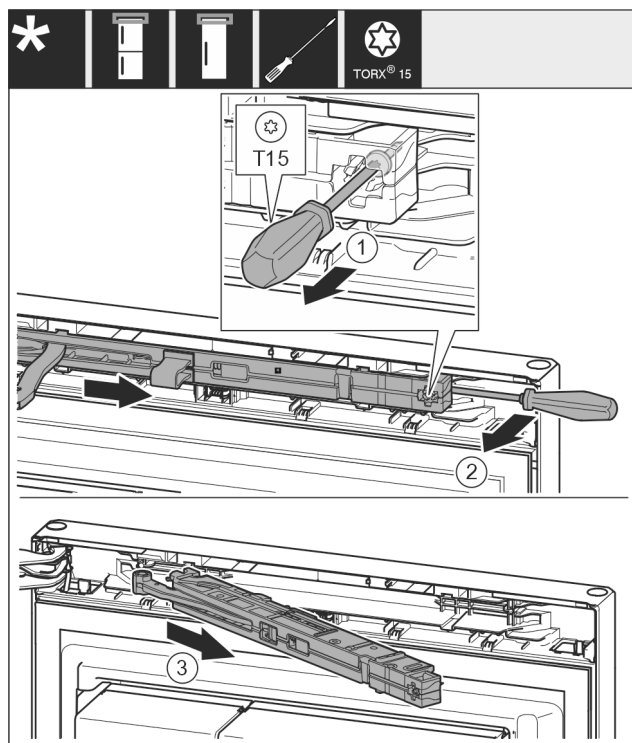

Fig. 15
- Desserrer la vis Fig. 15 (1) de l'unité d'amortissement de fermeture au moyen d'un tournevis 14 mm.
- Décrocher l'unité d'amortissement de fermeture Fig. 15 (2) côté poignée vers l'avant avec un tournevis.
- Retirer l'unité d'amortissement de fermeture Fig. 15 (3).